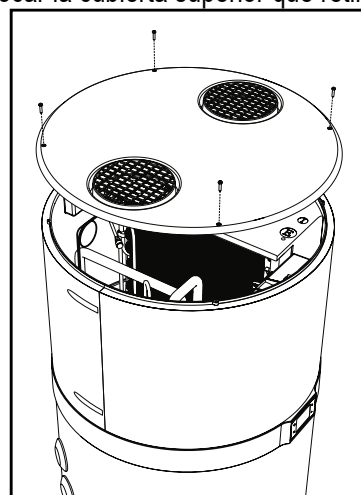

fig. 71- Extracción de la cubierta superior
- Retire la cubierta superior desenroscando primero los tornillos de bloqueo (fig. 71).